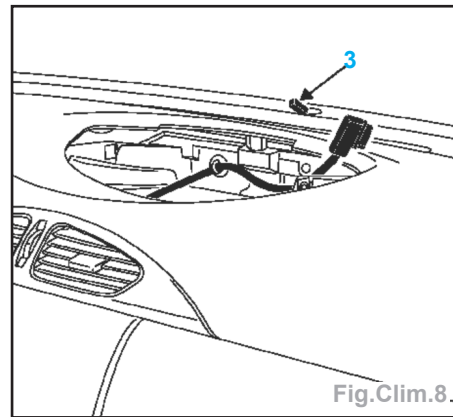

Fig.Clim.8
- le capteur d'ensoleillement (3) (Fig. Clim.8),